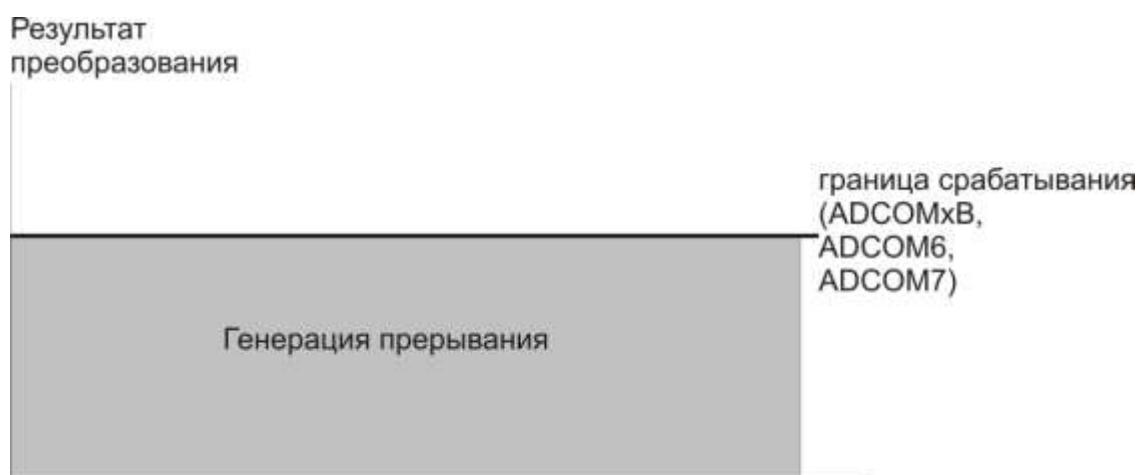

Рисунок 19.9 – Срабатывание компараторов по нижней границе
- генерация прерывания в случае, если результат преобразования меньше, либо равен заданному значению (рисунок 19.9);